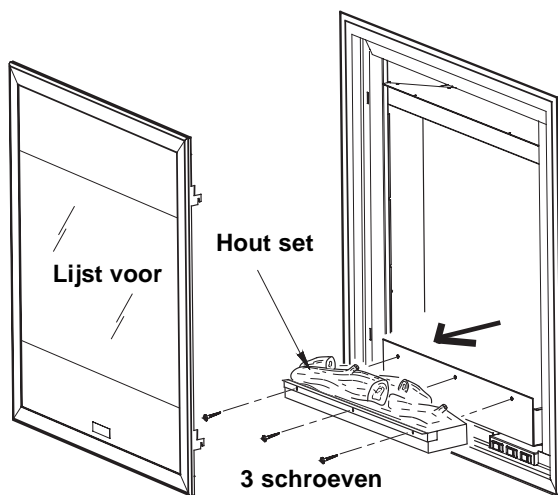

Fig. 7
3. Neem de houtset uit door het geheel aan de onderkant vast te pakken en voorzichtig naar voren te draaien (blokken zijn breekbaar!) – zie **fig. 7**.